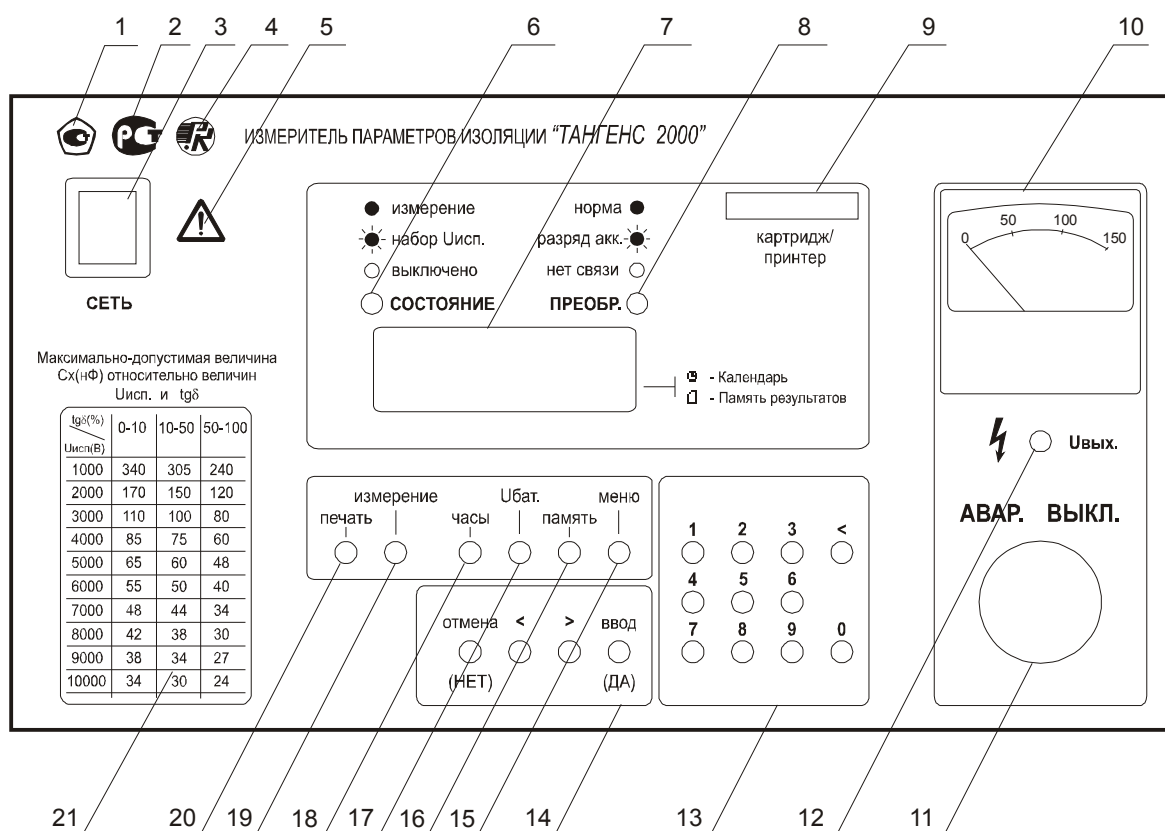

Рисунок 3. Внешний вид лицевой панели блока управления
1.4.8.10 Испытательное напряжение ( $U_{исп}$ ) с выхода « $\Theta$ » через повышающий трансформатор подается на контролируемый объект, к которому подключен блок преобразователя (рисунки 1, 2). Процесс изменения напряжения на выходе генератора и, соответственно, на контролируемом объекте, но с множителем 100, можно наблюдать по стрелочному индикатору (поз. 10 рисунок 3) на лицевой панели блока управления.